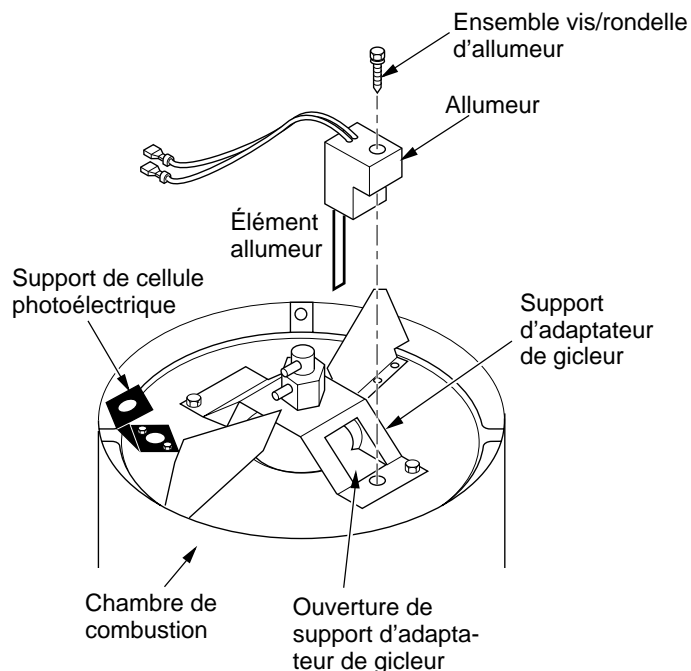

Figure 12 - Remplacement de l'allumeur
- Retirer la chambre de combustion. Dresser la chambre de combustion sur une extrémité avec le support de l'adaptateur du gicleur en haut (voir figure 12).
- Avec précaution, guider l'allumeur dans l'ouverture du support de l'adaptateur de gicleur. Éviter de heurter l'élément allumeur. Fixer l'allumeur au support de l'adaptateur de gicleur avec une vis à l'aide d'une clé à douille de 1/4 po (voir figure 12). Serrer de 0,90 N.m à 1,69 Nm (8 à 15 lb-po) sans excès.